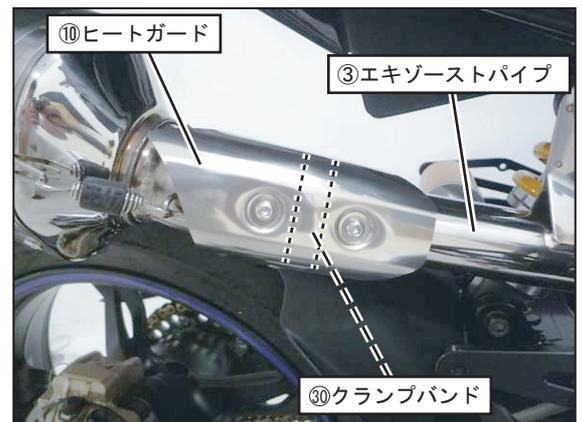

FIG. 21
③クランプバンドのボルトを外してから③エキゾーストパイプに取り付け、ボルトを戻し③クランプバンドを規定トルクで締め付けて下さい。(FIG. 21参照)